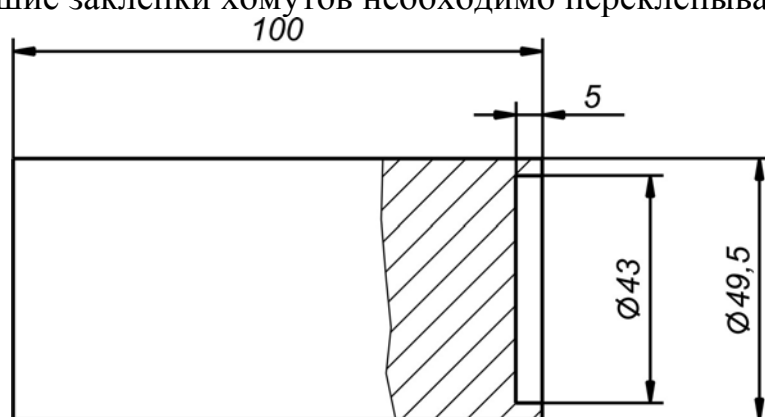

Рис. 5.8. Оправка для выпрессовки резинометаллического шарнира из ушков рессор. Материал: сталь 40X, HRC 30-34
5. В случае отрыва резины от металлической арматуры в резинометаллических шарнирах их необходимо заменить. Для выпрессовки шарниров из ушка рессоры необходимо воспользоваться оправкой, как показано на рис. 5.8 и 5.9.